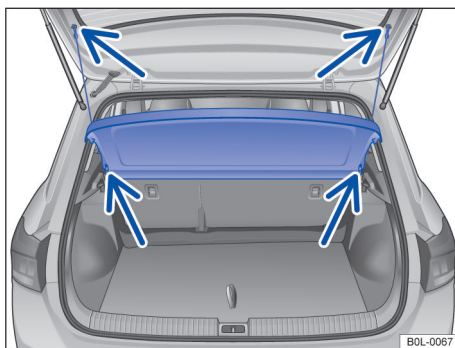

图 108 行李箱内：拆卸和安装行李箱盖板
- 将固定带从尾门上摘下 → 图 108（上部箭头）；
- 向后从固定支架中拉出行李箱盖板 → 图 108（下部箭头）。
- 从上方将行李箱盖板压入侧托架 → 图 108（下部箭头）。
- 将固定带挂到尾门上 → 图 108（上部箭头）。